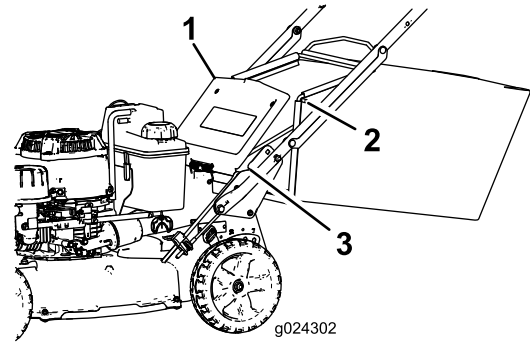

图20
2. 升起并向上托住后门 图20。
4. 将集草袋杆端装入手柄底座上的槽口前后晃动集草袋确保集草袋杆端深入两个槽口的底部 图20。
3. 从手柄底座上的槽口卸下集草袋的袋杆图20。